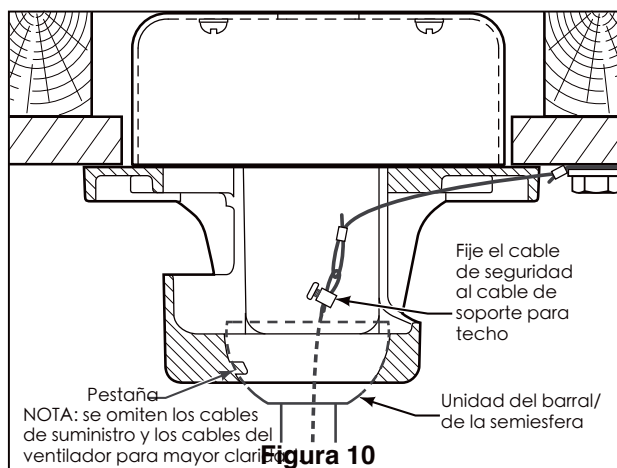

Figura 10
4. Levante cuidadosamente el ventilador y coloque el ensamble de la bola para colgar/varilla en la abrazadera para colgar que acaba de fijar a la caja de salida. Asegúrese de que la ranura de la bola esté alineada con la lengüeta de la abrazadera para colgar. (Figura 10)
5. Fije el cable de seguridad al cable de soporte para techo. Deslice la abrazadera de cables por el cable de seguridad (del ventilador). Pase el extremo del cable a través del aro que forma el cable de soporte para techo. Tire lo más posible del cable a través del aro. Inserte el extremo del cable en el orificio de la abrazadera y ajuste firmemente el tornillo (Figura 10).